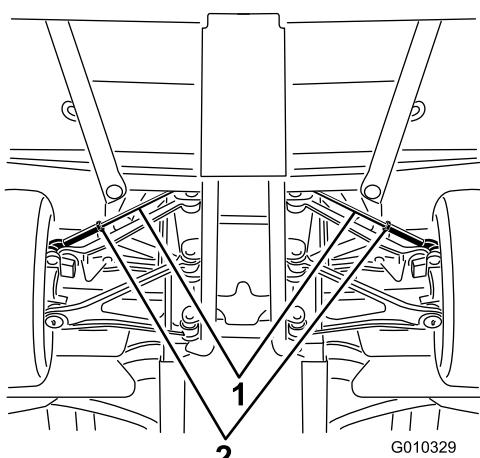

Figura 57
- A. Afloje la contratuerca del centro del tirante (Figura 57).